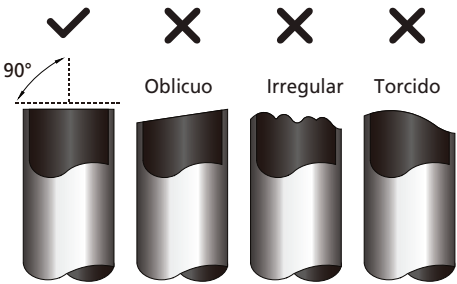

Fig. 5.1
3. Asegúrese que esté cortado a un ángulo perfecto de 90°. Ver ejemplos de malos cortes en la Fig. 5.1 .